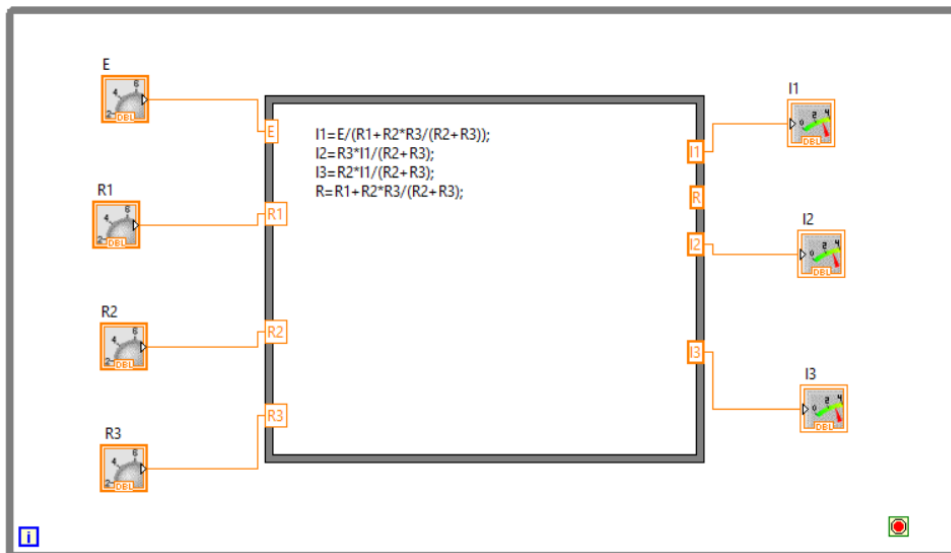

Рис.2.7. - Цикл **While Loop**
- После того, как мы отпустим левую кнопку мыши, программа будет выглядеть так, как показано на рис.2.7.